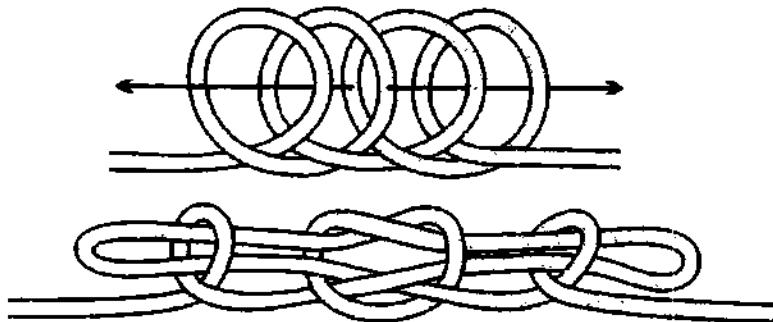

Рис. 143. 1-й способ вязки колышки с рифом.
**1-й способ вязки колышки с рифом.** Первый способ вязки применяется в том случае, если трос требуется укоротить незначительно (рис. 143).